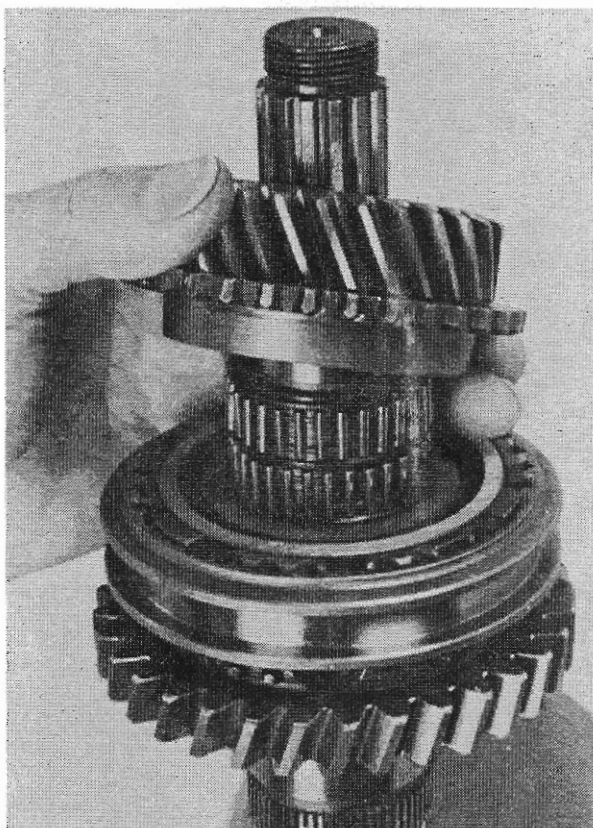

Abb. 34
5. Nadelkäfig (429) und 5. Gangrad (430) mit der Kupplungsverzählung nach unten aufschieben (Abb. 34).